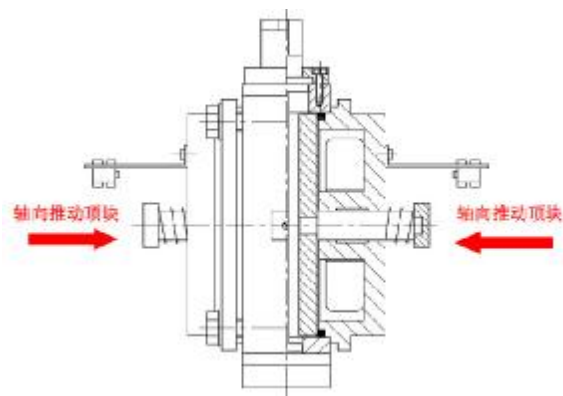

图 3 动铁芯的灵活度检查图
拆卸制动臂组件后可对动铁芯的灵活程度进行检查。检查方法如图 3 所示，用手轴向向内推动导向轴的顶块，放手后顶块在弹簧的作用下重新弹出。检查在推动和弹出的过程中是否顺畅、无卡顿，如不顺畅，需要将制动器电磁铁拆开检修。
**步骤 6:** 制动器电磁铁拆解维保后, 要对动铁芯的灵活程度进行检查。检查方法如图 3 所示, 用手轴向向内推动导向轴的撞帽, 放手后撞帽在弹簧的作用下重新弹出。